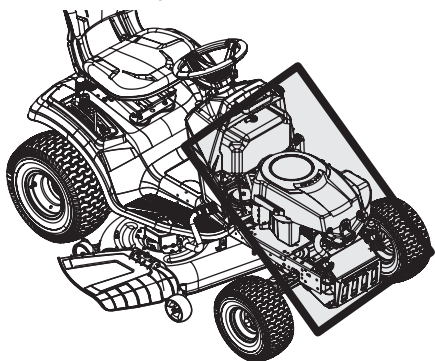

Figure 31
- Nettoyez les pièces sous le capot: le collecteur d'échappement et les fusibles, le câblage électrique et les faisceaux, le tuyau du silencieux, le pare-chaleur du silencieux, les grilles d'entrée d'air du moteur et les ailettes de refroidissement, entre autres. Voir Figure 31.